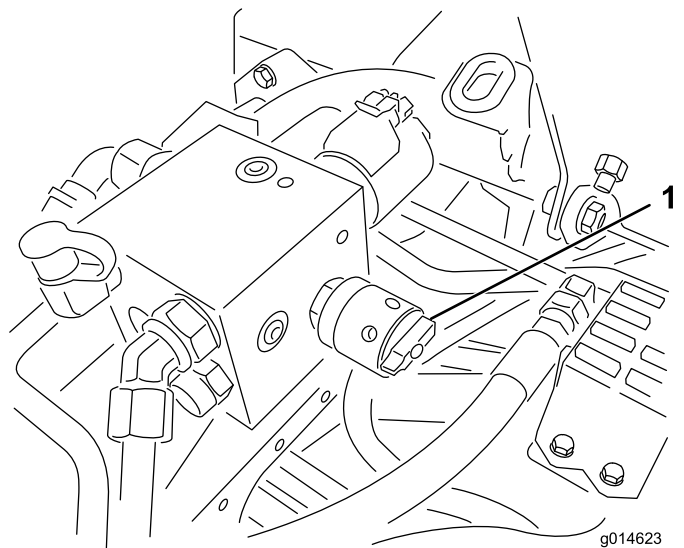

Рисунок 54
6. Поверните регулятор частоты вращения барабана в положение 1 (Рисунок 54).
4. Настройте частоту вращения барабана, повернув регулятор (Рисунок 54) так, чтобы стрелка указателя совместились с номером, который вы определили при выполнении пункта 3.